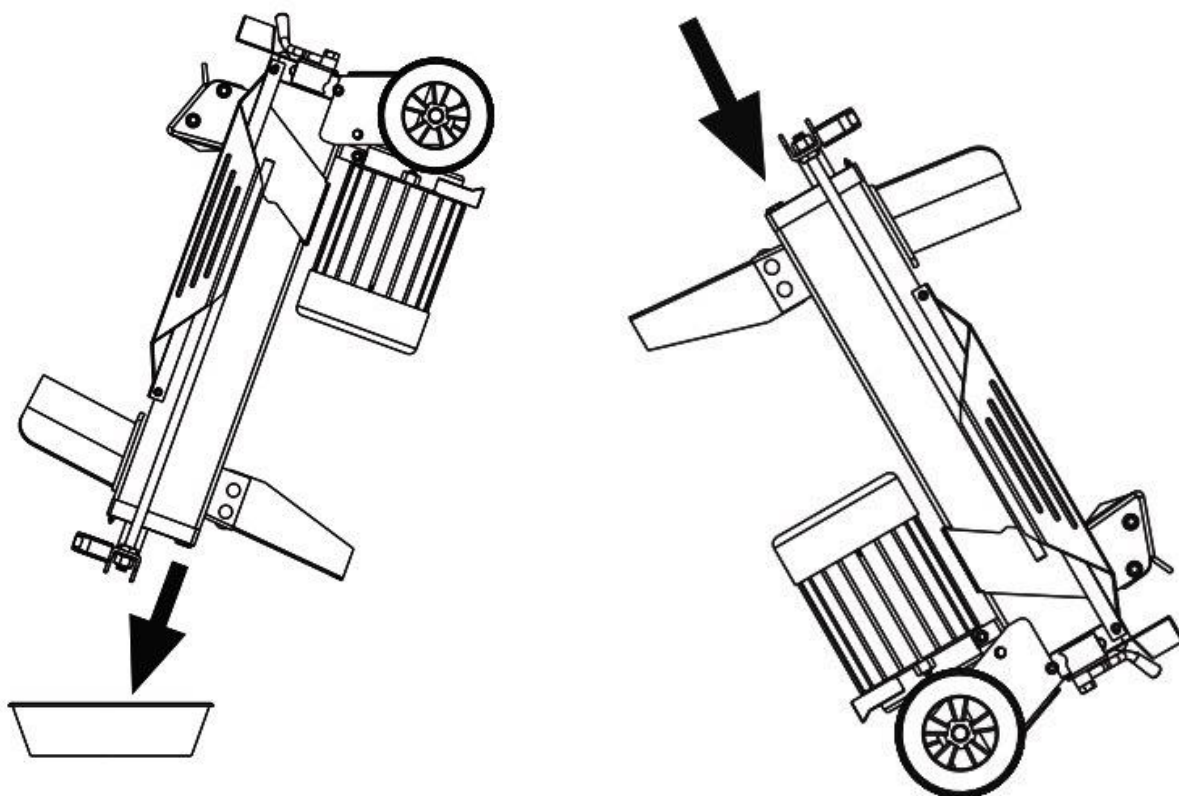

Рис.6
3. Наклоните древокол на сторону опорной ноги и слейте масло в подходящую емкость (Рис.6А).
4. Наклоните древокол на сторону двигателя и залейте свежее масло (Рис.6В).